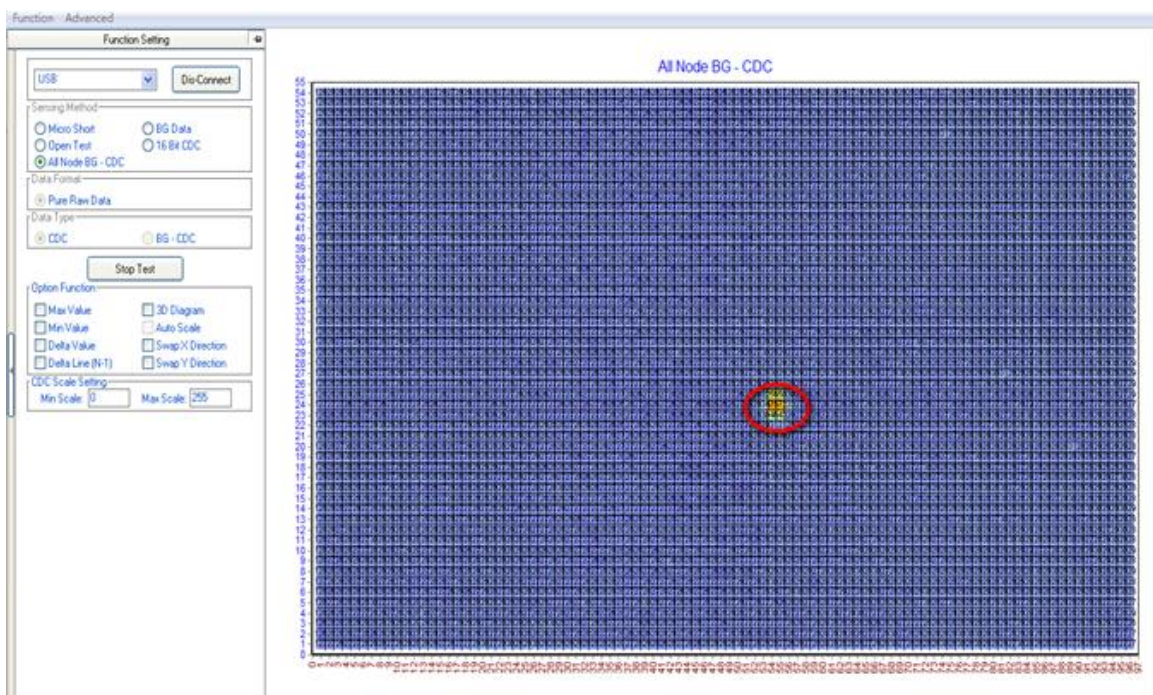

Figure 5-17: 手指正常按壓觸控屏視窗示意圖
- ◆ 開啟 tool 選擇左上 Function 基本檢測功能項下的 CDC 功能，勾選 Sensing Method 內 All Node BG-CDC 項按下「Star Test」，手指按壓觸控屏上任一點位置，可在右邊畫面看到按壓點，如下圖 Figure 5-17 所示。